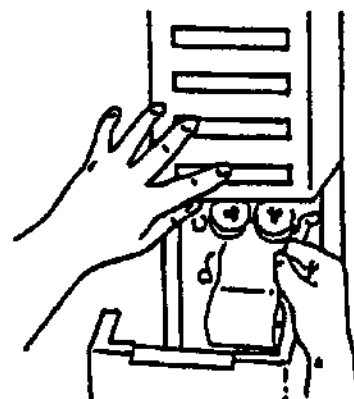

Рис. 5-15: Подача бумаги в механизм.
6. Вставляйте край бумаги в щель перед принтерной лентой до тех пор, пока не почувствуете сопротивление. Мягко подталкивайте бумагу и нажимайте на клавишу PAPER ADVANCE (ПРОДВИЖЕНИЕ БУМАГИ), пока механизм не начнет тащить бумагу (Рис. 5-15). Продолжайте нажимать на клавишу PAPER ADVANCE (ПРОДВИЖЕНИЕ БУМАГИ), пока из щели наверху не выйдет приблизительно 80 мм бумаги.